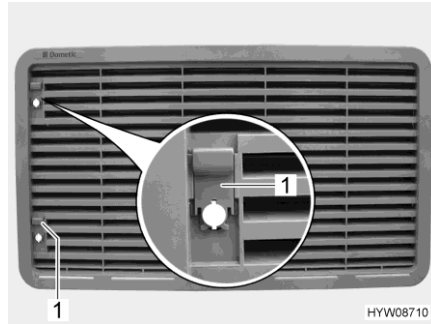

Fig. 119 Griglia di aerazione del frigorifero
- Spingere il cursore (Fig. 119,1) verso l'alto.